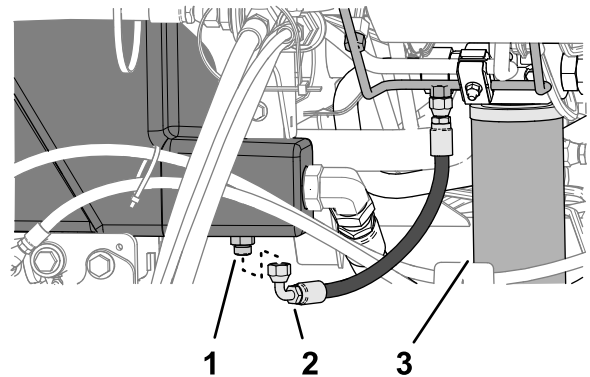

Figura 115
2. Coloque un recipiente de vaciado grande debajo del acoplamiento recto (Figura 115) del depósito hidráulico; consulte Capacidad de fluido hidráulico \(página 70\).